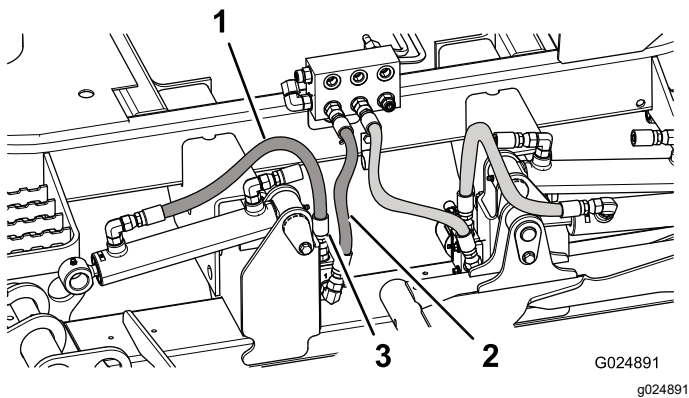

Figura 8
- Encaminhe e instale extremidade do tubo desligado do coletor de junção na parte superior da união (reta) no coletor de bloqueio da plataforma (Figura 8).
8. Encaminhe e instale o novo tubo no coletor de junção e na união do coletor de bloqueio da plataforma a 90 graus (**Figura 8**).